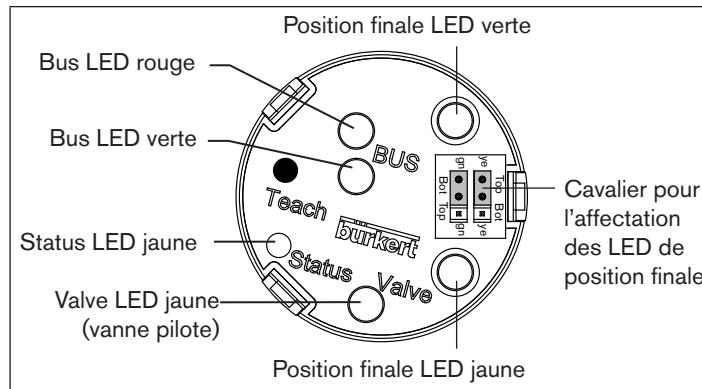

Fig. 16 : Description d'affichage d'état LED - Interface AS
4) Réglage des couleurs en usine. Réglable par cavalier (voir « Fig. 16 »).